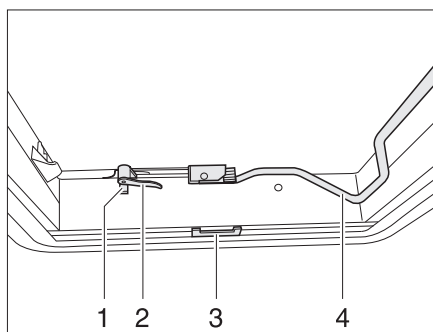
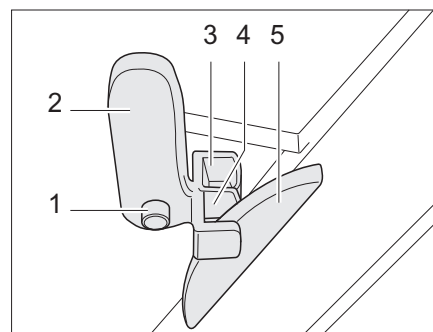

Fig. 48 Claraboya Heki, cerrada
Fig. 49 Claraboya Heki en posición de ventilación 1
- Pulsar el botón de seguridad (Fig. 48,1) y girar la palanca de bloqueo (Fig. 48,2) un cuarto de vuelta hacia dentro.
- Tirar hacia abajo de la horquilla (Fig. 48,4) para desbloquearla.
- Girar la palanca de bloqueo (Fig. 48,2 y Fig. 49,2) un cuarto de vuelta. El saliente del bloqueo del techo (Fig. 49,5) debe encajar en la horquilla de bloqueo superior (Fig. 49,3).
- Presionar el botón de seguridad (Fig. 49,1) y girar hacia atrás la palanca de bloqueo (Fig. 49,2). El saliente del bloqueo del techo (Fig. 49,5) debe encajar en la horquilla de bloqueo inferior (Fig. 49,4).